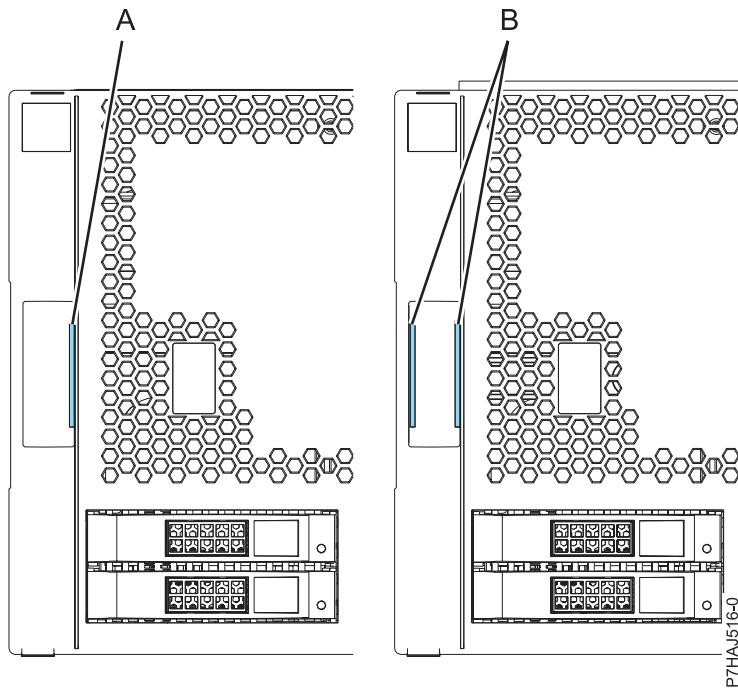

図21. 古いカバーと新しいカバーの識別
注: 2011年3月1日より前に出荷された古いカバーは、カバー・アセンブリー・ラッチ上の1本の青色ストライプ (A) で識別できます。2011年3月1日以降に出荷される新しいカバーには、カバー・アセンブリー・ラッチ上に2本の青色ストライプ (B) が付いています。図21を参照してください。